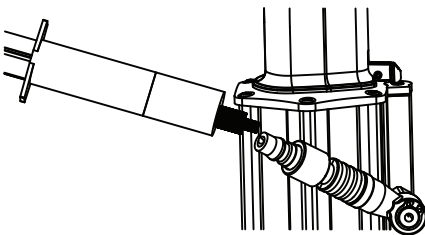

Fig. 13
- Use an air line lubricator with SAE #10 oil, adjusted to two drops per minute. If an air line lubricator cannot be used, add air motor oil to the inlet once a day (Fig.13).
- Verwenden Sie einen Luftöler mit SAE # 10 Öl, der auf bis zu zwei Tropfen pro Minute eingestellt ist. Falls kein Luftöler verwendet werden kann, ölen Sie den Einlass 1 Mal täglich mit Druckluft-Motoröl (Fig.13).